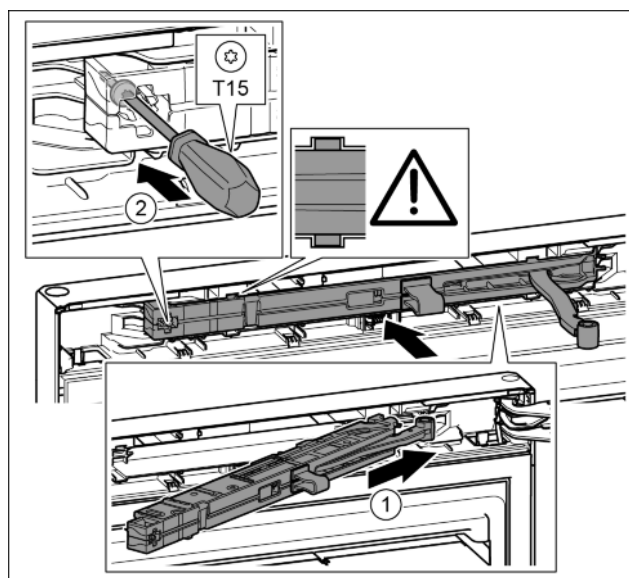

Fig. 22
▶ Introduire à fond l'amortisseur de fermeture du côté du support de palier dans la rainure en l'inclinant. Fig. 22 (1)
▶ Serrer la vis avec un tournevis T15. Fig. 22 (2)